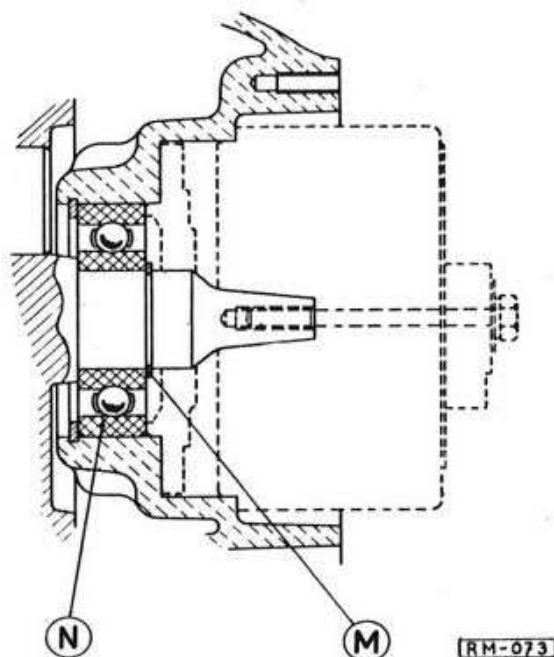

Fig. 73 - Estremità dell'albero motore, lato dinnamo. M) anello elastico - N) cuscinetto di banco a sfere.
- togliere l'anellò elastico (M) che trattiene l'albero motore al cuscinetto di banco (N) sul lato destro (fig. 73).